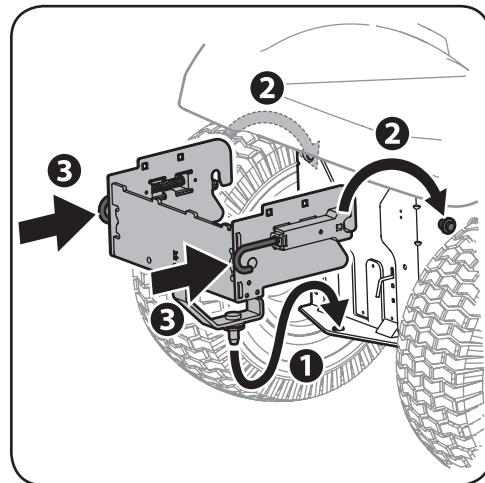

Figura 1-5
3. Inserte el pasador del fondo de la ménsula de soporte en el adaptador de enganche de la parte posterior del bastidor del cortacésped con un pequeño ángulo. Vea 1 en la Figura 1-5.
4. Pase el conjunto del soporte de enganche hacia delante y sobre los pernos con reborde a los lados del bastidor del cortacésped. Vea 2 en la Figura 1-5.
5. Suelte los ganchos de la parte posterior del soporte. Vea 3 en la Figura 1-5.